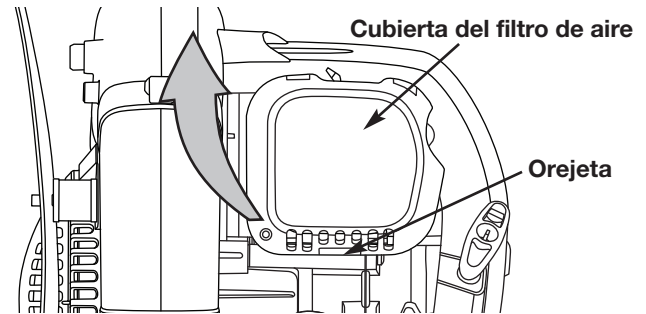

Fig. 23
1. Abra la cubierta del filtro de aire. Empuje hacia adentro la orejeta del lado derecho de la cubierta, y extraiga la cubierta del filtro de aire hacia afuera y hacia la izquierda (Fig. 23).
7. Vuelva a instalar la cubierta del filtro de aire. Coloque los ganchos del lado derecha de la cubierta del filtro de aire en las ranuras del lado derecho de la placa posterior (Figs. 23 y 24).